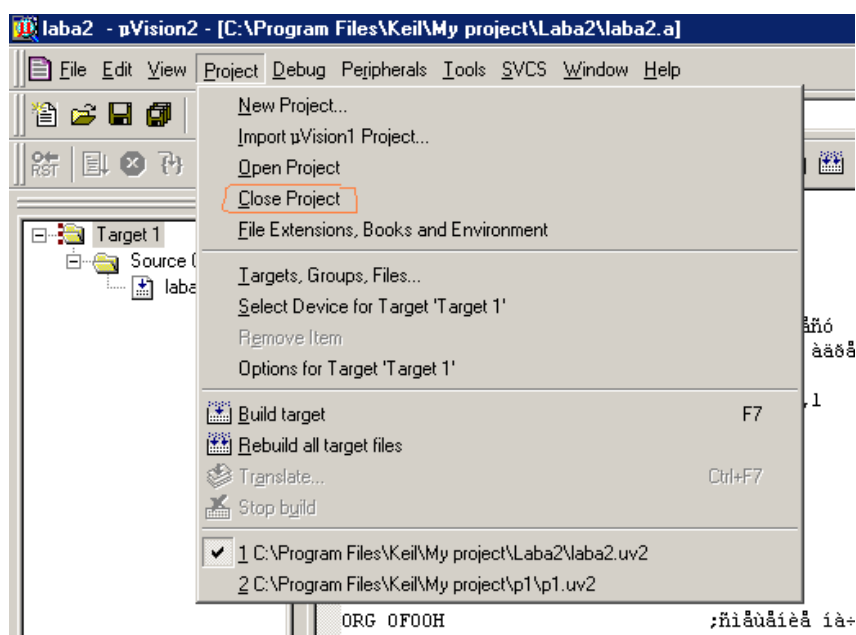

Рис. 10.
1. После запуска среды закрыть все существующие проекты (если таковые имеются), иначе могут возникнуть трудности на этапе отладки программы. Для этого в меню Project нажать Close project (см. рис. 10).